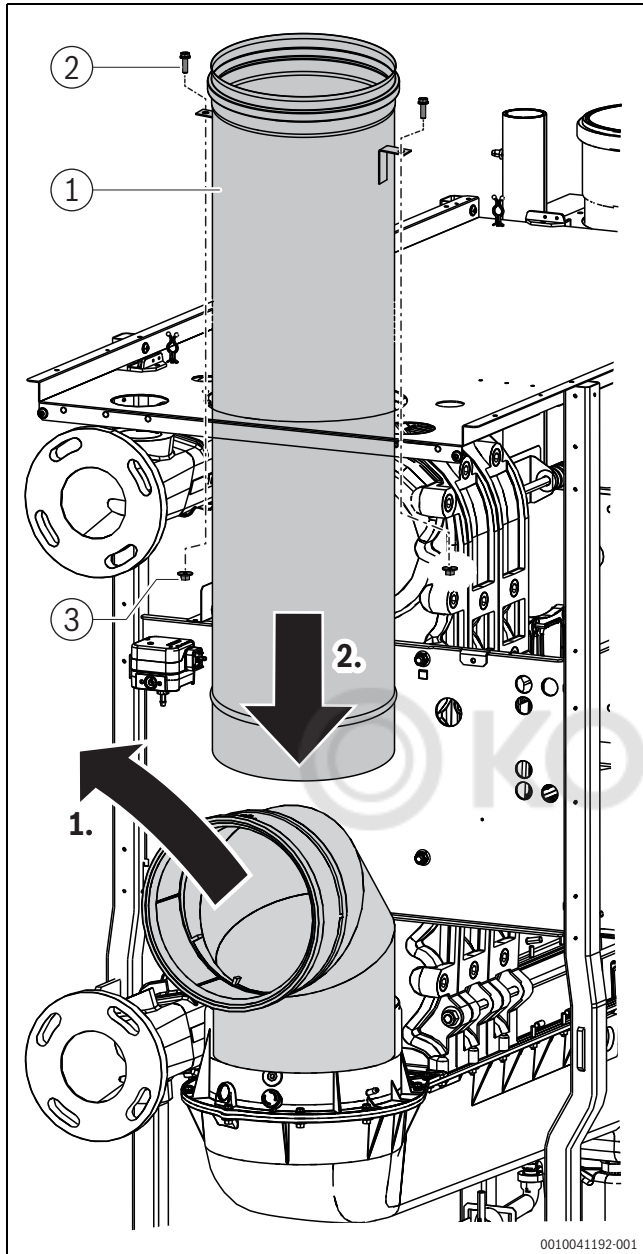

Рис. 24 Вертикальная установка дымохода
(→Рис. 24)
- ▶ Установите прямую трубу (дополнительное оборудование) на опору на конденсатную ванну и зафиксируйте двумя винтами и гайками на верхнем кожухе (→Рис. 24).